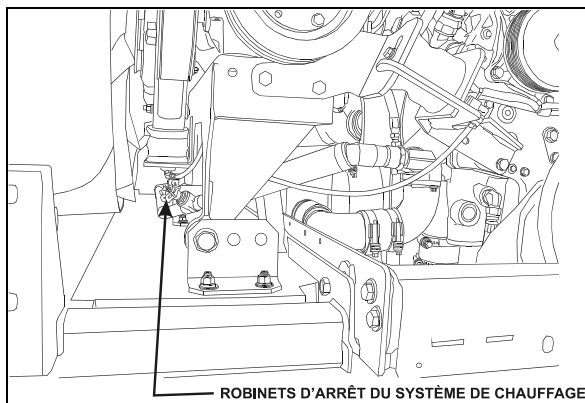
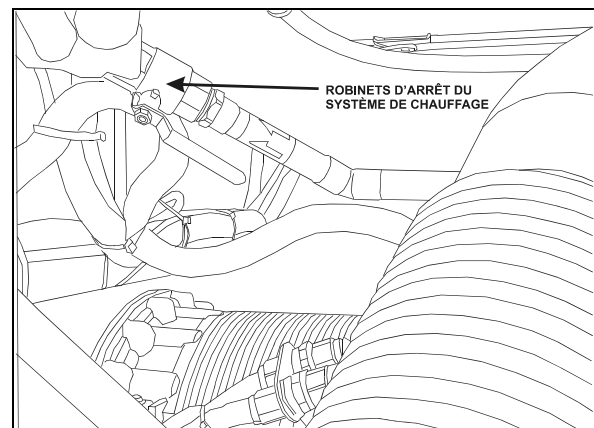

FIGURE 1: COMPARTIMENT MOTEUR
FIGURE 2: ROBINETS D'ARRÊT DU SYSTÈME DE CHAUFFAGE
**VÉHICULES DE LA SÉRIE H3 :** Un robinet est situé dans le compartiment moteur sous la boîte d'engrenages du ventilateur du radiateur (Fig. 1). L'autre robinet est situé derrière l'aile gauche arrière près du préchauffeur de liquide de refroidissement.
**CARROSSERIES POUR CONVERSION XL2-40, XL2-45 ET 45E :** Un robinet est situé dans le compartiment moteur sous la boîte d'engrenages du ventilateur du radiateur (Fig. 1), l'autre robinet est situé dans le compartiment moteur derrière le panneau du garde-boue (derrière la roue gauche de l'essieu porteur) (Fig. 2).